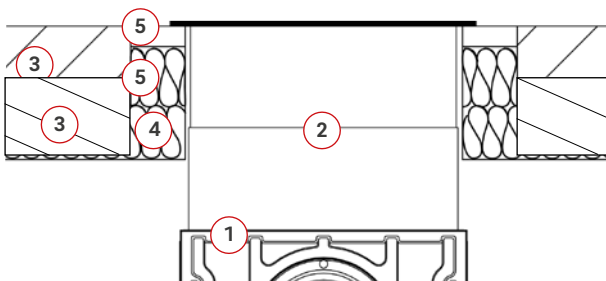

Abb. 9:
- Die Außenbefeuerung ist beim Einbau mit einer Wärmeschutzdämmung von der Anbauwand thermisch zu trennen (Abb. 9). Es gelten die Bestimmungen für den Brand- und Wärmeschutz gleichlautend wie an der Frontplatte des Heizeinsatzes.